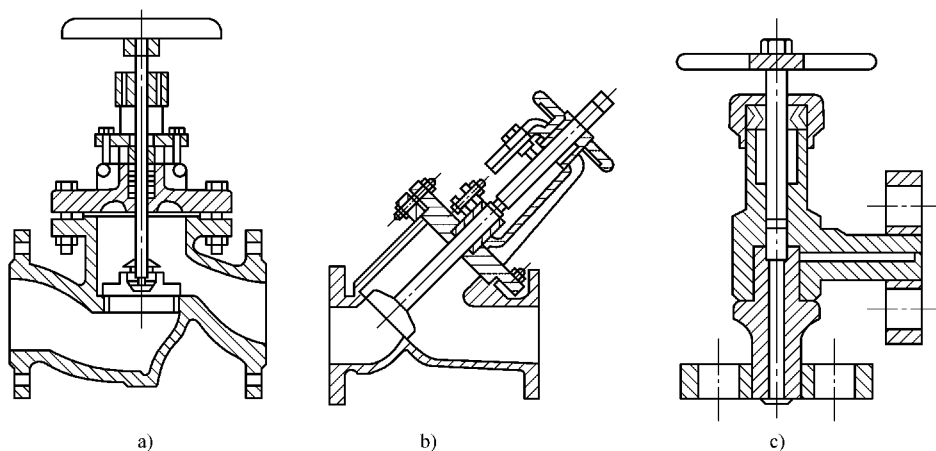

图 2-44 截止阀
2) 截止阀。截止阀结构较简单。它广泛应用于给水管道系统，还可用于蒸汽管道系统，截止阀主要有标准式、角式和直流式 3 种，见图 2-44。截止阀开启时流动阻力较闸阀大。